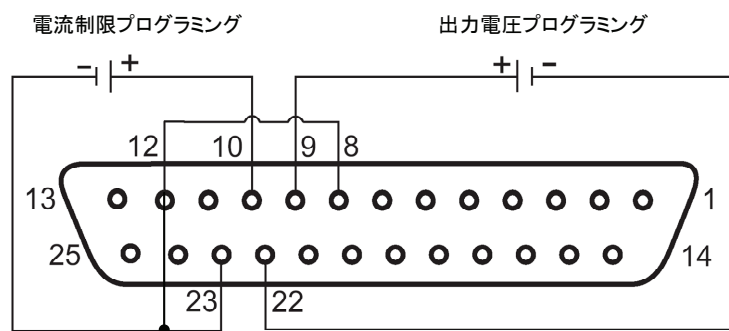

図 6-1 リモート電圧プログラミング接続（J1 コネクタはリアパネルから見た図）
- (3) SW1-3 を用いて電圧プログラミングレンジの選択をしてください。
- (4) SW1-7 と SW1-8 が確実に DOWN(初期設定:下向き)になっていることを確認してください。
- (5) J1-8、J1-12、J1-23 の 3 端子間を短絡してください。
- ◆ 詳細は、図 6-1、および 4-5-1 項の図 4-4、表 4-4 参照してください。
- (6) 図 6-1 に示すように外部電源を J1 端子に接続してください。その際には極性を確認の上、接続してください。出力電圧・電流制限プログラミングのグランドはそれぞれ J1-22 (VPGM_RTN)、J1-23 (IPGM_RTN) です。